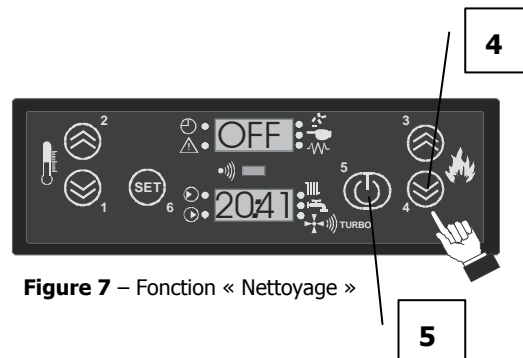

Figure 7 – Fonction « Nettoyage »
- **Activer la fonction « NETTOYAGE »** – lorsque la chaudière est éteinte, appuyer pendant 2 secondes sur la touche **4** du panneau de commandes mise en évidence sur la figure 7. Cette procédure active le ventilateur d'aspiration des fumées au maximum, afin d'expulser la suie que nous manipulons pendant le nettoyage de l'échangeur.
- **Désactiver la fonction « NETTOYAGE »** – cette fonction se désactive automatiquement au bout de deux minutes. Pour désactiver cette fonction avant ce délai, appuyer sur la touche **5** mis en évidence dans la figure 7.